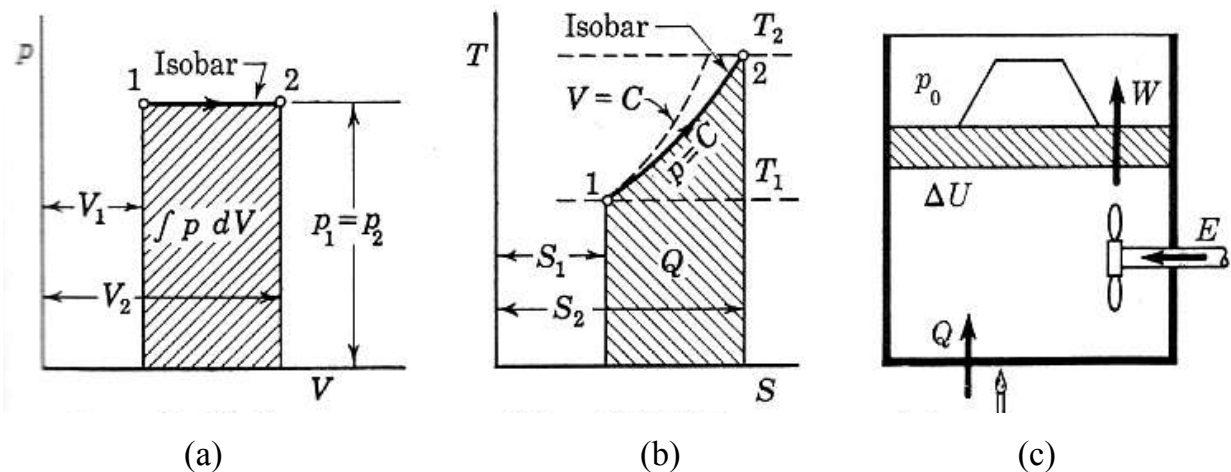

Figura 2.2 Proceso a presión constante:(a) en el plano p-V; (b) en el plano T-S; (c) representación física.
- Un tal proceso en el plano **p-V** se representa en la **Figura 2.2 (a)** por la línea horizontal, la evolución 1-2 ($dp = 0$), y se denomina **Isóbaro**.
- En el plano **T-S**, **Figura 2.2 (b)**, tal evolución tendrá igualmente pendiente positiva hacia el lado derecho del gráfico. El proceso es representado por la curva obtenida de la integral $dS = dQ/T$, que cuando c_p es constante: